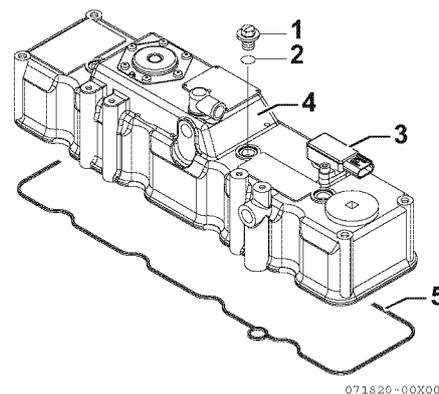

**Figure 6-8**
1. Retirez le faisceau de câbles électriques du faisceau de câbles des bougies de préchauffage (3, **Figure 6-8**) et desserrez l'écrou (4, **Figure 6-8**) de la bougie de préchauffage (1, **Figure 6-8**) pour retirer le connecteur (2, **Figure 6-8**).